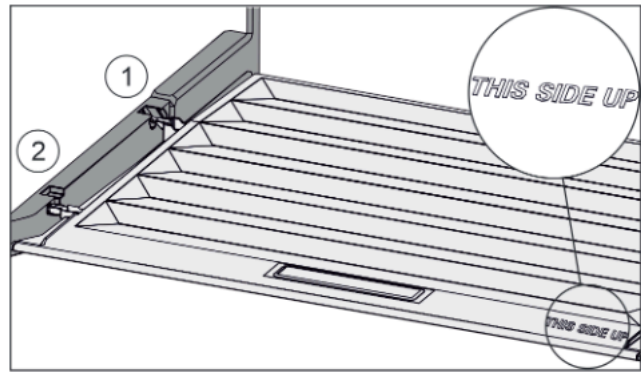

Fig. 118
- ▶ Inserire le nervature del coperchio attraverso l'apertura del supporto posteriore Fig. 118 (1) e innestare anteriormente nel supporto Fig. 118 (2).